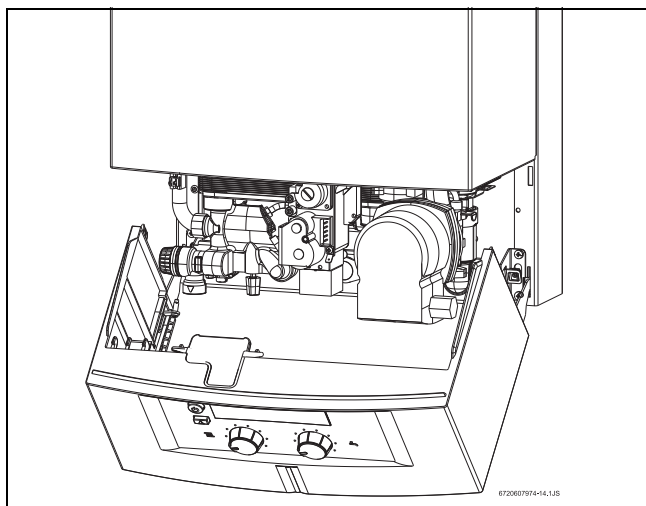

Рис. 21 Сервисная позиция для регулирования газовой арматуры
- ▶ Перевести панель управления в сервисную позицию (см. рис. 21).